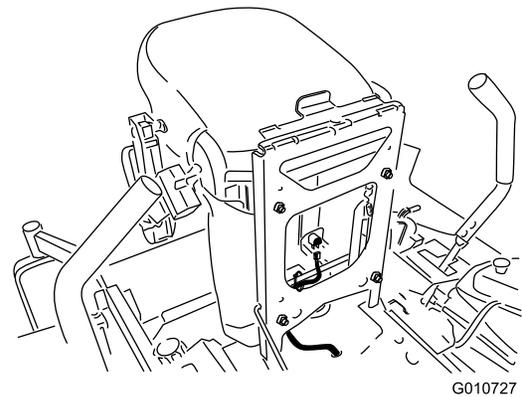

Figura 10
7. Enchufe el conector del arnés en el interruptor del asiento, situado debajo del asiento (Figura 10).